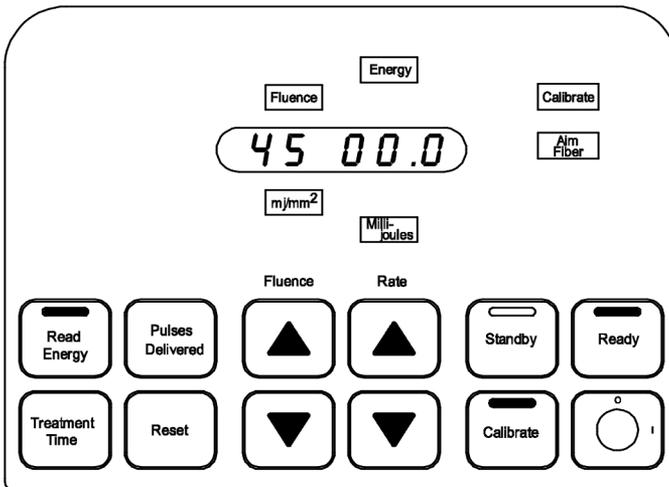

Abbildung 6
- Die gelbe Statusleuchte Ready (Bereit) oben auf dem Bedienfeld, **Aim Fiber** (Faser anvisieren), **Energy** (Energie), **Millijoules** (Millijoules), **Calibrate** (Kalibrieren), die Taste **Calibrate** (Kalibrieren) und die Taste **Ready** (Bereit) leuchten. Die drei rechten Ziffern im Anzeigefeld zeigen 00.0 an. (Abbildung 6)